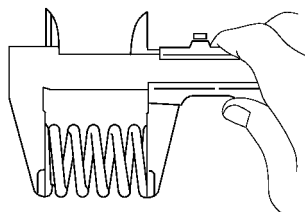

图 1-46 用游标卡测量气门弹簧的自由长度
2) 使用游标卡尺测量气门弹簧的自由长度，如图 1-46 所示。